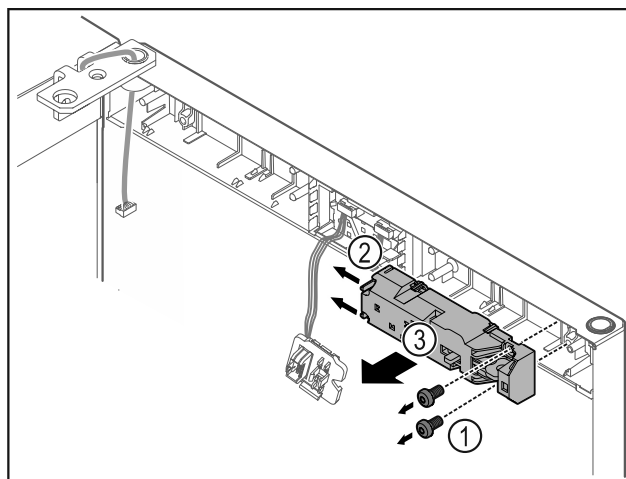

Fig. 18
- Schroeven Fig. 18 (1) verwijderen.
- Grendelnokken Fig. 18 (2) opzij drukken en afstandsslot Fig. 18 (3) verwijderen.